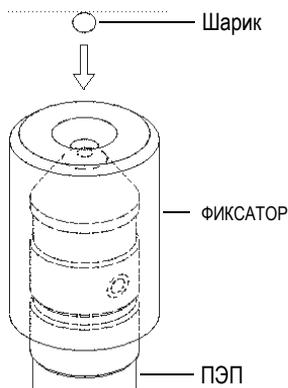

Рис. 4-6 Центрирование шарика в фиксаторе на ПЭП
3. **С ШАРИКОМ:** Выберите нужный для измерения шарик и фиксатор (BALL ON FIXTURE) для данного размера шарика. Фиксатор центрирует шарик на наконечнике ПЭП. Поместите шарик на фиксатор. Установите фиксатор шарика на ПЭП и опустите его вниз до упора, как показано на Рис. 4-6 на стр. 87.